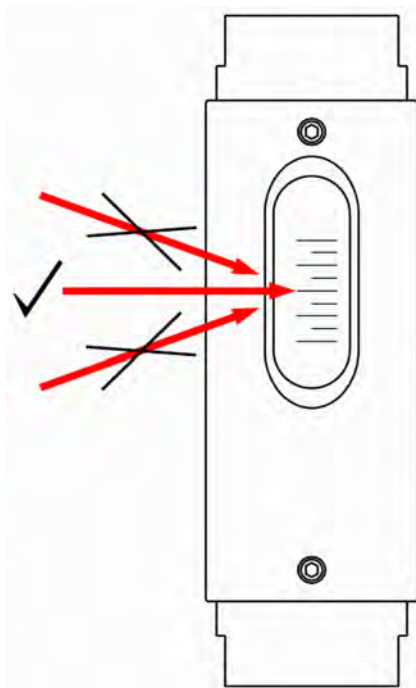

Abb. 34: Messskala ablesen
2. ➔ Geradeaus auf die Messskala blicken ( Abb. 34, mittlerer Pfeil). Durch einen Blickwinkel von oben oder unten kann der Ablesewert verfälscht werden